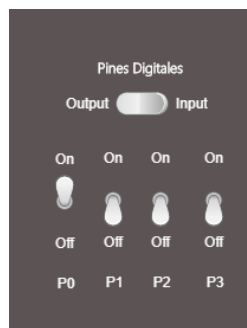

Figura 5.8: Interruptor P0
- Ubicar el interruptor del pin 0 (*P0*) y dar clic (Figura 5.8). Se puede observar que el led se encenderá, esto debido a que el valor lógico que se está mandando es 1, equivalente a 5 [V] de alimentación.